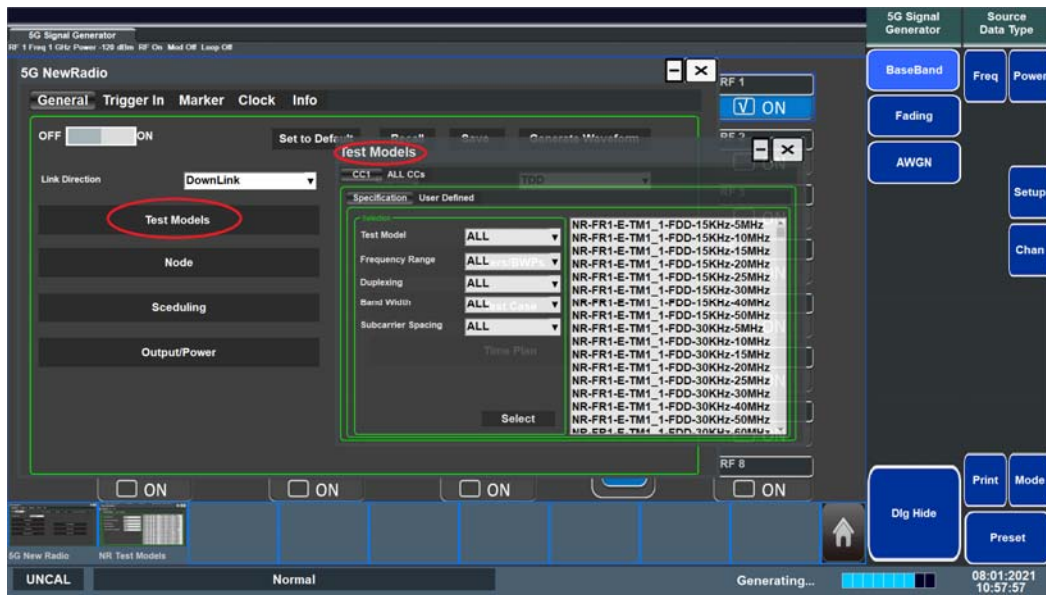

图 4.5 Test Model 选择界面
- 在配置界面可以选择测试模式（Test Models），如图 4.5 所示；